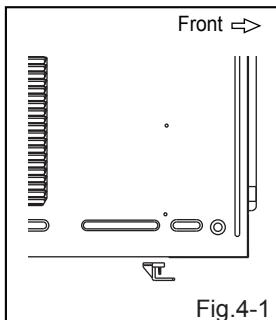

Fig.4-1
- 4a. Assurez-vous que les broches sur le guide du cadre du bas font face à l'arrière de l'appareil.(Fig.4-1)